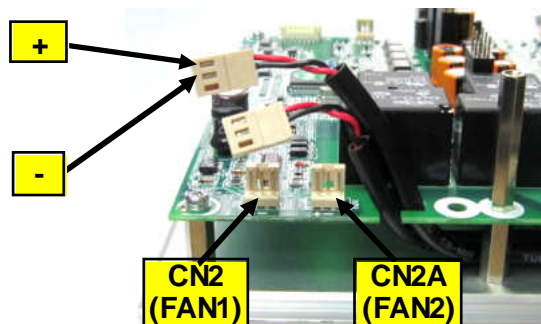

Рис. 4.10 Диагностика вентилятора
4.8.1. Отсоединить розетки кабелей вентиляторов из разъемов CN2 и CN2A (рис.4.10).
4.8.2. Подключить вентиляторы по очереди к источнику постоянного напряжения 24 В, соблюдая полярность («+» красный провод, «-» чёрный, см. рис. 4.10), подать напряжение. Если вентилятор не вращается, заменить его на новый.